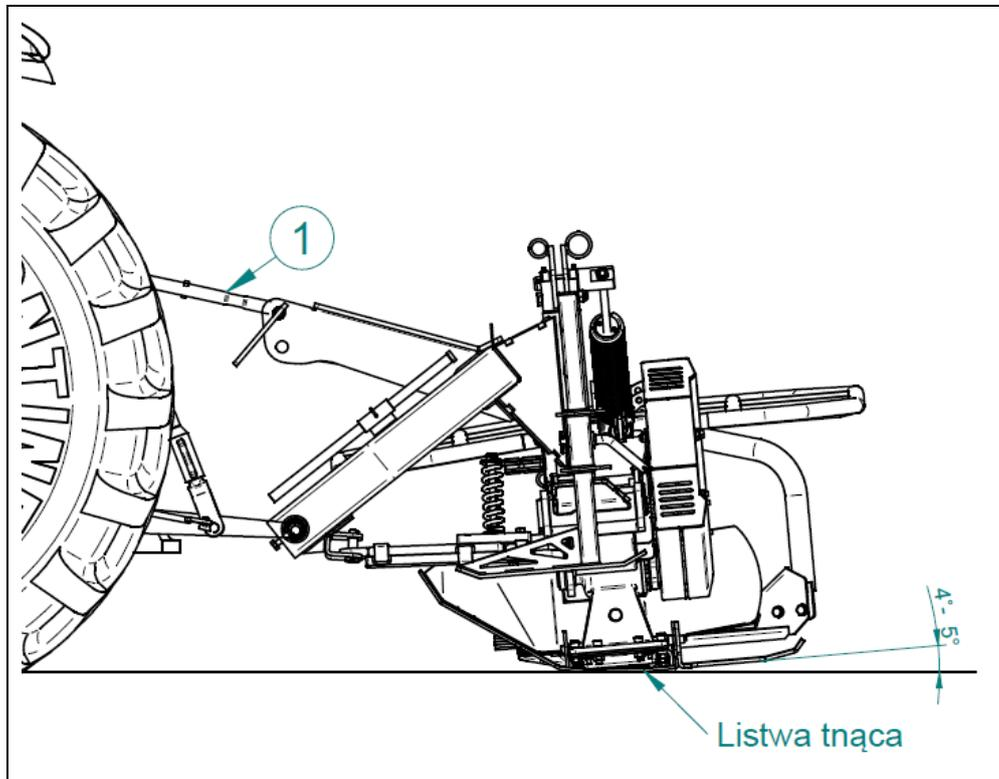

Abb. 13 Einstellung der Mähhöhe
Nach der Einstellung der Aufhängung so die Mähhöhe durch die Einstellung der Länge der Strebe (1), dass zur Oberfläche der Winkel von $4\div 5^\circ$ eingehalten wird. Die Verringerung des Winkels bewirkt die Vergrößerung der Schnitthöhe. Abb.13